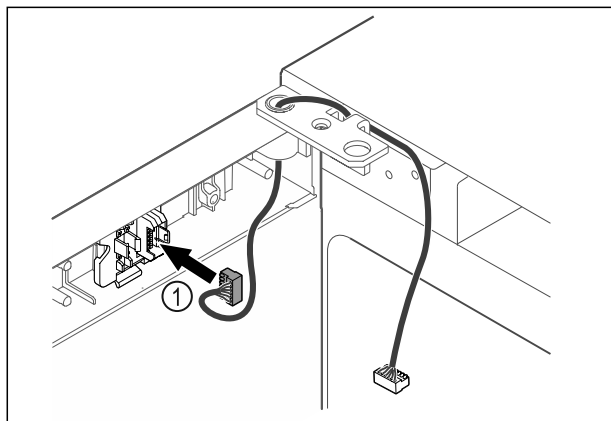

Fig. 49
- ▶ Vtič Fig. 49 (1) vstavite v držala vtiča.